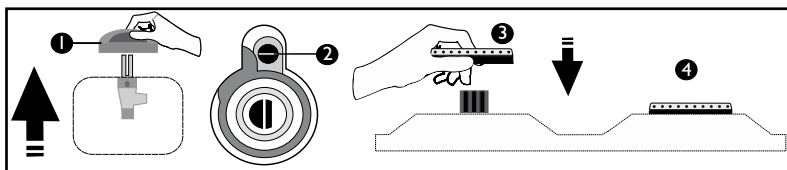

Figura 53
- Retire las fuentes de calor de la mesa (Ver figura 53).